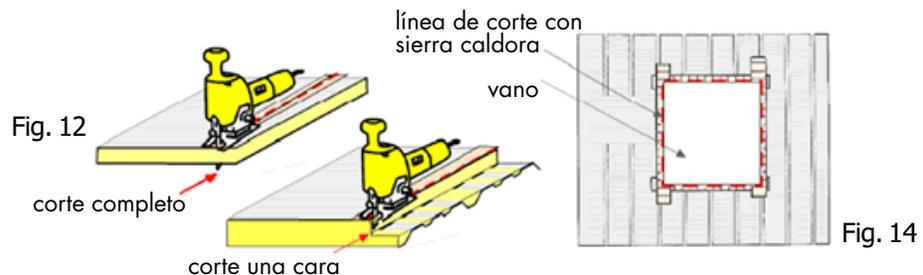

Fig. 14
- Verifique que el trazo sea correcto y proceda a cortar el panel con una sierra recíproca o caladora. Si va a hacer un corte de espesor completo asegure que la longitud del corte de la hoja de la sierra sea mayor al espesor del panel. Cuando se corte por una sola cara (requerido en traslapes o en instalaciones especiales) verifique que la hoja de la sierra penetre en el poliuretano hasta la profundidad deseada. Instale en sus herramientas las sierras especificadas para el corte de láminas metálicas. Recuerde no usar sierra de disco para hacer los cortes en los paneles debido a que la fricción quema y daña la pintura del panel. (Fig. 14)